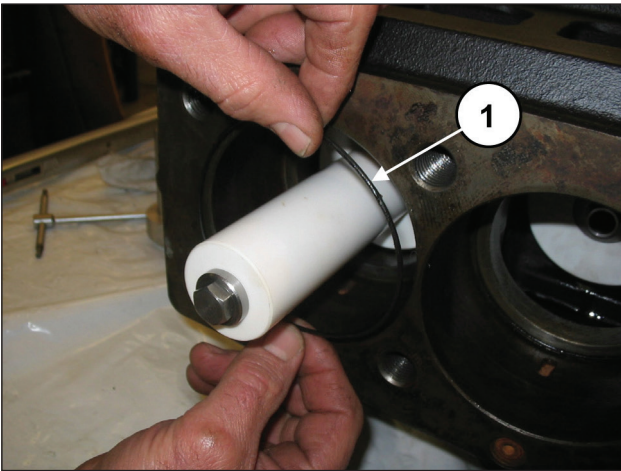
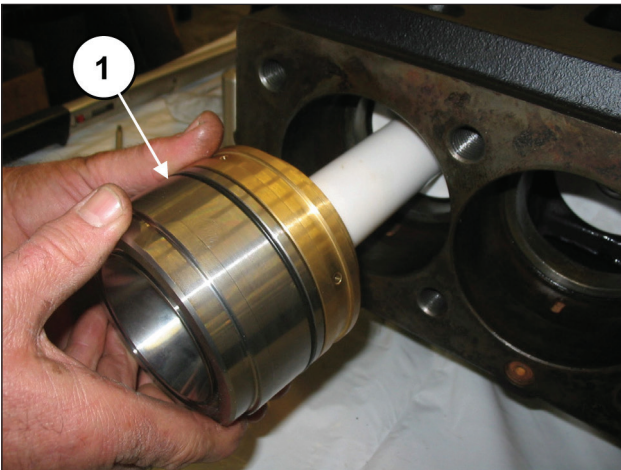

图149
图150
将O形圈插入泵壳内（部件号①，图149），然后插入预先组装好的缸套/密封圈底座单元（连同该O形圈），直至到底（①，图150）。